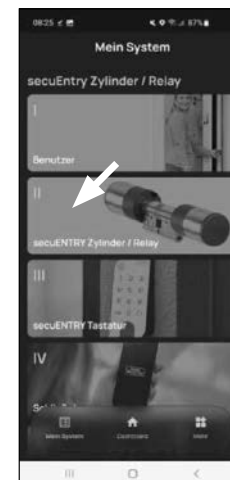

Fig. 1
- ① Appuyez sur le second élément du menu « *II - Cylindre secuENTRY/Relay* » (Fig. 1).